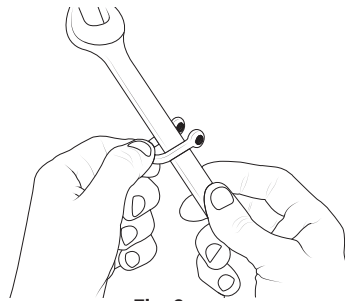

Fig. 2
3. Slide the U-shackle through a closed connection or around the tool's shaft [fig. 2].
- Deslice el grillete tipo U por una conexión cerrada o alrededor del eje de la herramienta [fig. 2].